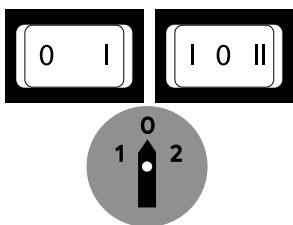

Fig. 1
- Qualsiasi tipo di operazione, sia essa di pulizia, di controllo del prodotto lavorato, di regolazione, di montaggio ecc. , deve essere sempre eseguita con la macchina ferma, cioè l'interruttore sulla posizione zero (vedi Fig. 1) e la spina del cavo di alimentazione staccata dalla presa di corrente, onde evitare ogni possibile avviamento involontario in fase diversa da quella di lavoro.
- Inserire orizzontalmente l'elica (E), dalla parte dell'albero scanalato, nel corpo (C), facendola guidare sulla boccola (D), (particolare collocato all'interno del corpo (C)).
- In questa fase fare eventualmente ruotare leggermente l'elica (E) in modo da agevolare l'introduzione dell'innesto nella presa di forza del motore.
- Solo a questo punto, dopo aver verificato attentamente che l'interruttore del motore sia nella posizione **0** (Fig. 1), si può inserire la spina nella presa di corrente.
- Caricare in seguito il prodotto da lavorare sulla tramoggia ed inserirla nell'imboccatura agevolando l'introduzione esclusivamente per mezzo del pressatutto (L) e mai con le mani.
5. Per i modelli di motoriduttore provvisti di interruttore/ invertitore l'opzione spremipomodoro deve essere azionata esclusivamente selezionando l'invertitore sulla posizione 1 (Fig. 1).